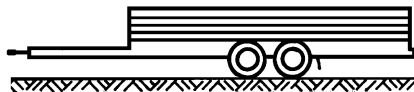

Abb. 4
- Zum Einkuppeln den Handhebel (3) bis zum Einrasten nach oben drücken
- Vorderachse des Gelenkdeichselanhängers (s. Abb. 4) entbremsen
Beim Einkuppeln eines Starrdeichselanhängers (s. Abb. 4) Folgendes beachten: